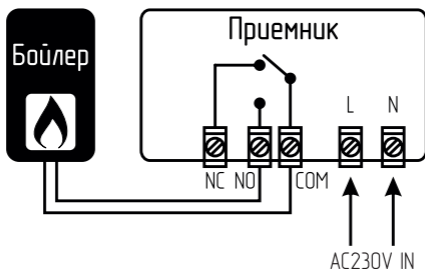

Рис. 8 Схема подключения приемника терморегулятора ZOTA ZT-20W Wi-Fi
3. Подсоедините провода питания и управления к приемнику, как показано на схеме подключения (см. **Рис. 8**);
При работе с электрическим отопительным котлом его следует подключать к контактам NO и COM приемника, как показано на **Рис. 8**.